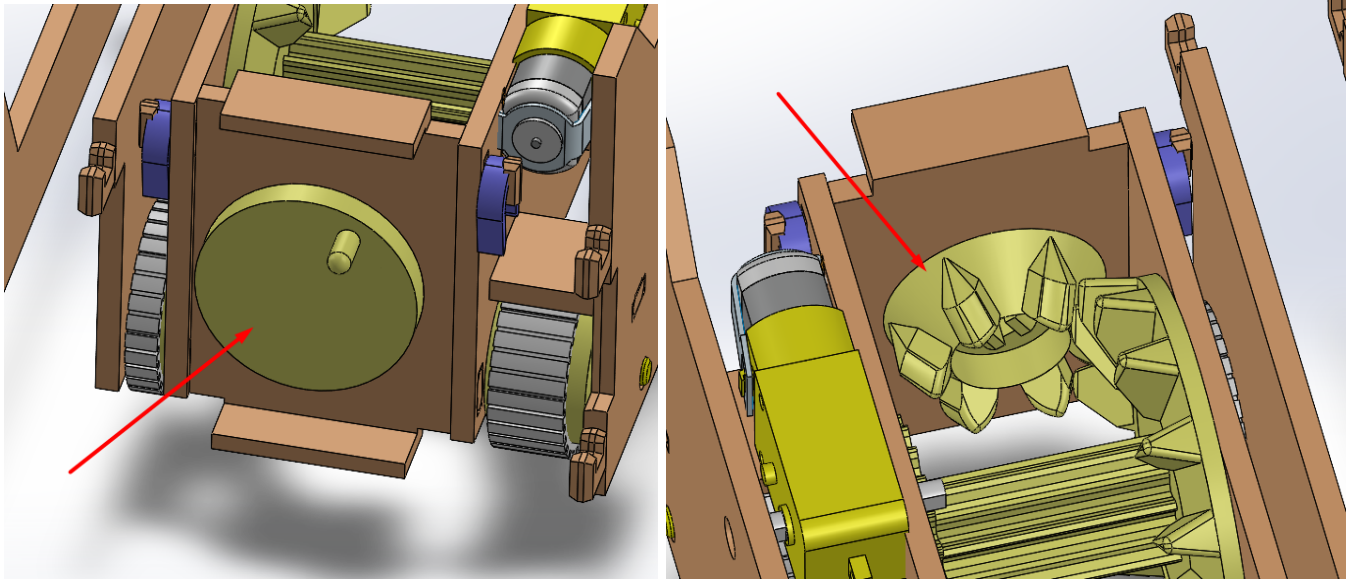
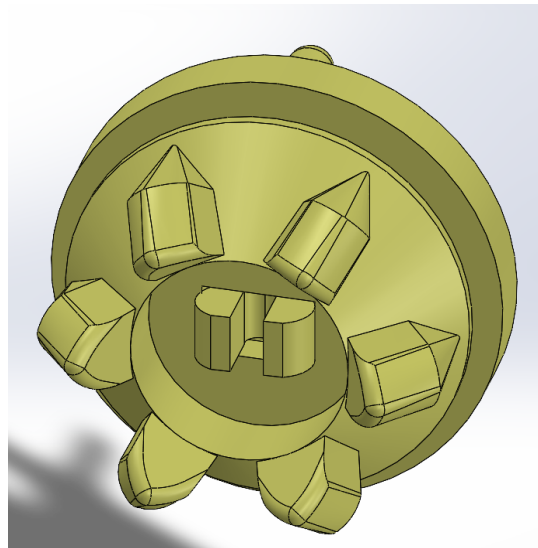

FIGURE 11
FIGURE 12
ÉTAPE 9: Dans cette étape, nous prenons enfin les deux pièces numérotées 8 et 9, nous les passons à travers le trou circulaire dans la pièce numérotée 4 qui fait déjà partie du robot, comme on le voit dans la figure 11, nous faisons glisser la
pièce d'engrenage conique numérotée 8 à l'intérieur et la plaque avec le doigt fin (numéro 9) à l'extérieur (en faisant attention de ne pas casser le doigt fin), et nous essayons de les emboîter l'une dans l'autre à travers le trou circulaire, comme on le voit dans la figure 11. Une vue plus claire du mécanisme d'emboîtement est présentée dans la figure 12.